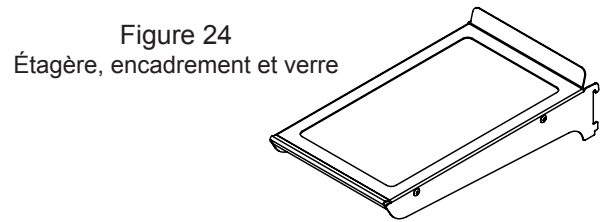

Figure 24
- (2) Étagère en verre de demi-largeur en porte-à-faux réglable, voir la Figure 24